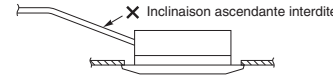

Fig. 3-13
- N'installez pas le tube avec une inclinaison ascendante par rapport à l'orifice de connexion. Ceci entraînerait un retour de l'eau de vidange et une fuite lorsque l'unité est arrêtée. (Fig. 3-13)